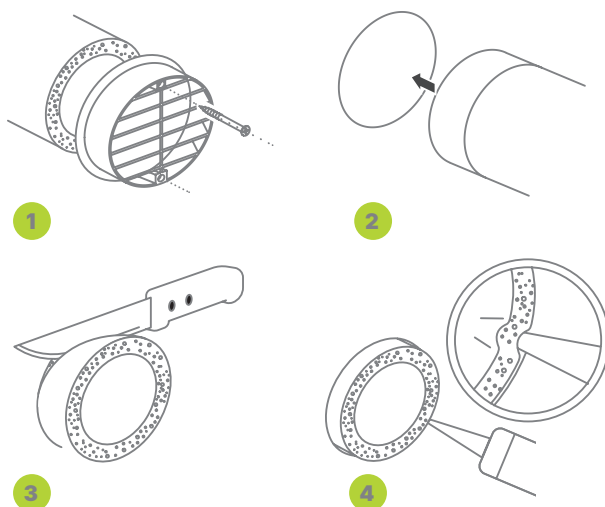

Рисунок 4.3 — Установка теплоизоляционной трубы с вентиляционной решеткой в канал
4.2.6. Закрепите на конце воздушного канала воздухозаборную решетку, идущую в комплекте с устройством, при помощи строительного полимерного клея и монтажных принадлежностей (рис.4.3, поз.1).
4.2.7. Вставьте трубу с решеткой в канал воздуховода аккуратными вращательными движениями (ламели решетки должны быть направлены вниз), не допуская повреждения геометрии трубы (рис. 4.3, поз. 2). При этом вентиляционная решетка должна оказаться в один уровень с внешней стороной стены дома.
4.2.8. Выступающий из канала воздуховода внутрь помещения конец трубы отрежьте в один уровень со стеной (рис. 4.3, поз. 3). При не ровных стенах отрезать с запасом 5 мм.
4.2.9. Нанесите непрерывным контуром нейтральный силиконовый герметик или полимерный монтажный клей между утеплителем и поверхностью воздушного канала (рис. 4.3, поз. 4).